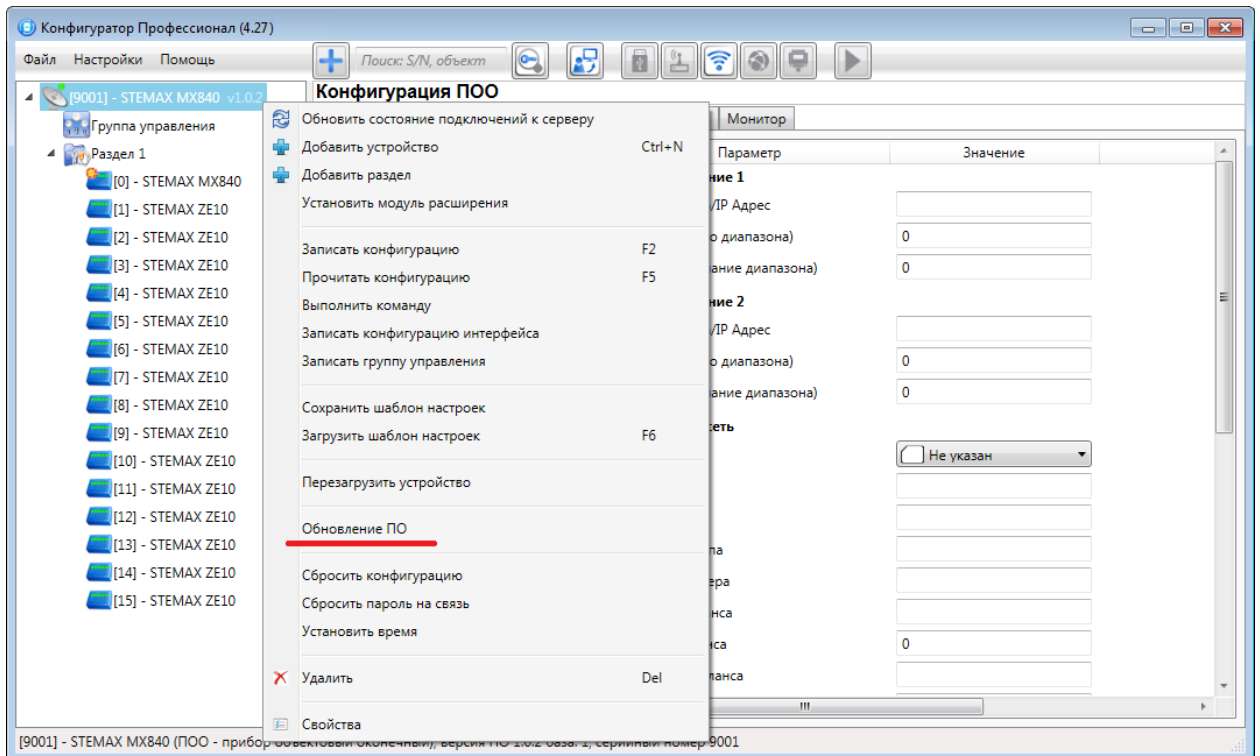

Рисунок 7.1 – Контекстное меню контроллера STEMAX MX840
2. Щелкните правой кнопкой мыши по строке контроллера в дереве устройств и в появившемся меню выберите *Записать ПО* (см. рисунок 7.1).